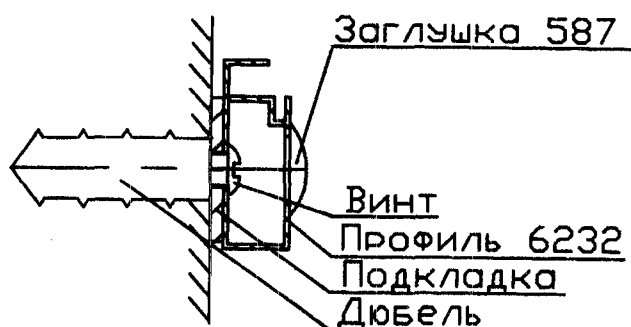

Рис. 3
2.2. Крепим пристеночные профили art. 6232 к стене на 3 – 4 дюбеля (см. Рис.3). Вертикальность установки проверяем уровнем. Неровности стены устраняются путем установки между стеной и профилем прокладок, а образовавшаяся щель силиконится.